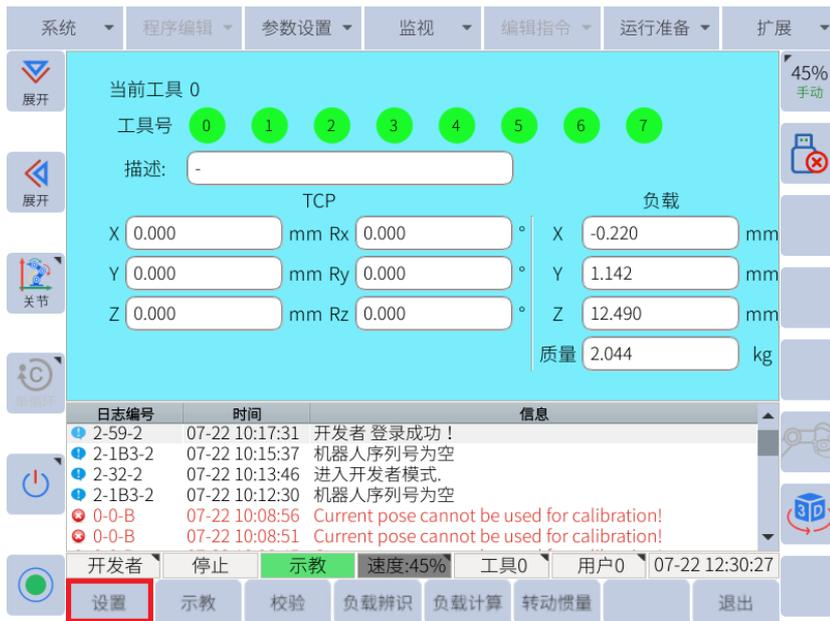

图 6-41: 计算结果界面
- 5. 先点击**计算**，计算负载的质量以及质心位置，再点击**上一步**，可以查看计算结果，计算结果界面同图6-41。
- 6. 点击**设置**，将当前负载质量以及质心位置数据记录至相应的工具号，如图6-41所示。